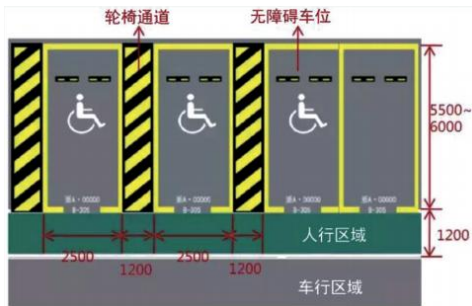

图1 地下车库无障碍车位设计图
(2) 车库室内装修设计要点。地下车库装修一般以简装为主,但是在豪宅产品不断增多的背景下,对于地下车库是被装修的标准也在持续提高。大部分地下车库的顶棚一般都密集排布了机电管线,会给人一种杂乱无章的感觉,为了获得视觉上的统一效果,可以将灰色无机涂料喷涂在车库梁底标高以上部位及机电管道。地下车库与地下大堂相邻的墙面,可以设计石材或者墙砖进行装修,而剩下的大面墙体可以设计进行粉刷。为了更容易对不同区域进行区分,可以在柱子底部设计高度为10cm的踢脚,并且涂上不同的彩色涂料。对于车库地面可以设计环氧地坪漆处理,应用不同颜色漆面设计行车通道以及停车位地面。
(3) 无障碍设计要点。为了提升地下车库地下空间的便捷性,可以设计无障碍车位以及坡道。可以在与地下门厅处相邻的位置设计无障碍车位,其数量和尺寸应当符合地《城市建筑工程停车场(库)设置规则和配建标准》等。以某地下车库无障碍车位设计为例,其主要在停车位一侧设计宽度 $> 1.20\text{m}$ 的轮椅通道,具体如图1所示。